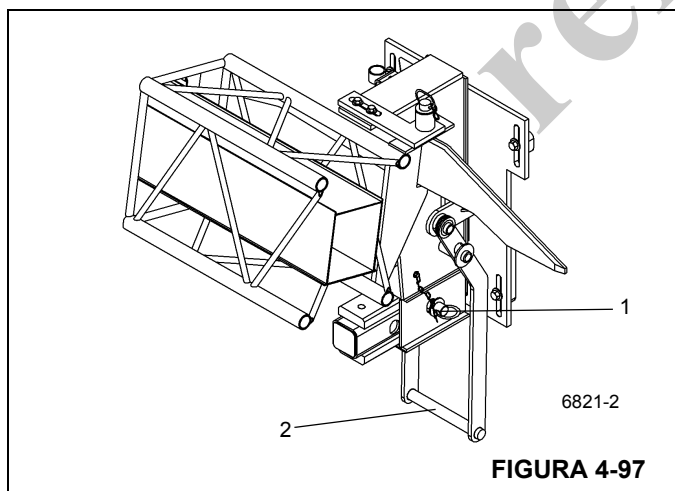

FIGURA 4-97
14. En la escuadra de almacenamiento trasera, saque el pasador de retención (Figura 4-97, 1) que fija el soporte deslizante en la posición HACIA FUERA. Empuje la manija (Figura 4-97, 2) para empujar la extensión articulada contra la parte trasera de la pluma
15. Desconecte los adaptadores de anclaje de la extensión articulada de las orejetas de fijación de la punta de la pluma. Instale el pasador de retención (Figura 4-97, 1) que fija el soporte deslizante en la posición HACIA DENTRO.